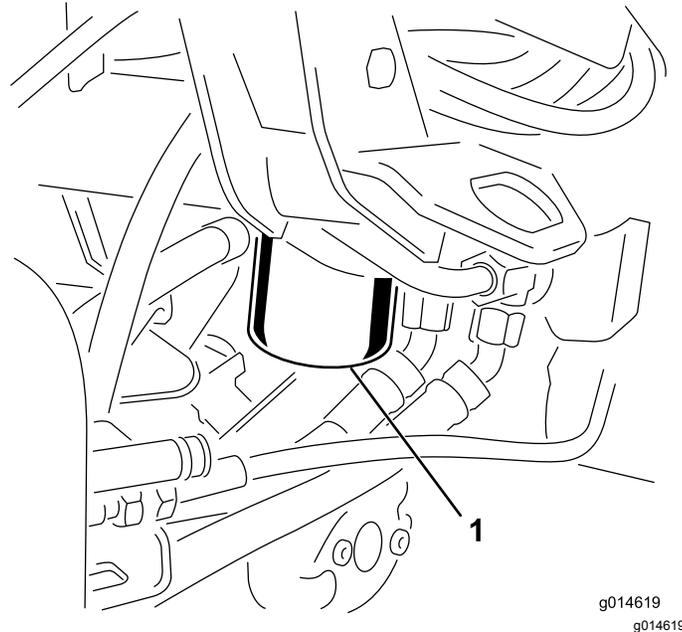

图45
1. 清洁过滤器安装区周围的区域图45。在过滤器下面放置一个放油盘并拆下过滤器。